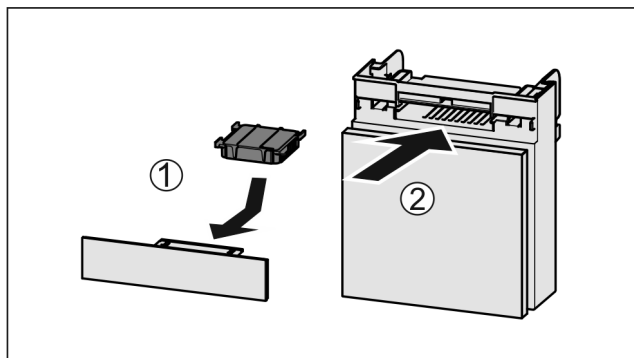

Fig. 129
- Introduceți Fig. 129 (1) filtrul de cărbune activ după cum se vede în figură.
- Împingeți Fig. 129 (2) compartimentul în interior.